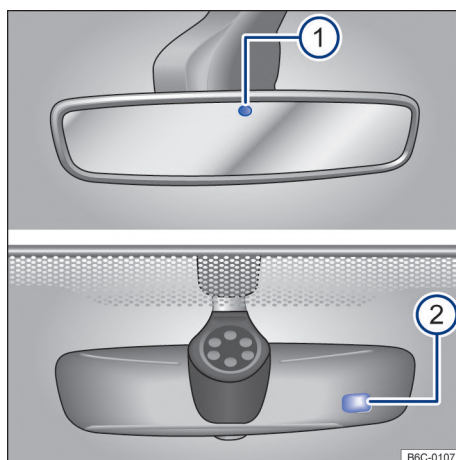

Fig. 76 En el parabrisas: espejo retrovisor interior antideslumbrante automático.
Con la ignición conectada, los sensores miden la incidencia de la luz por atrás → fig. 76 ① y por adelante ②.